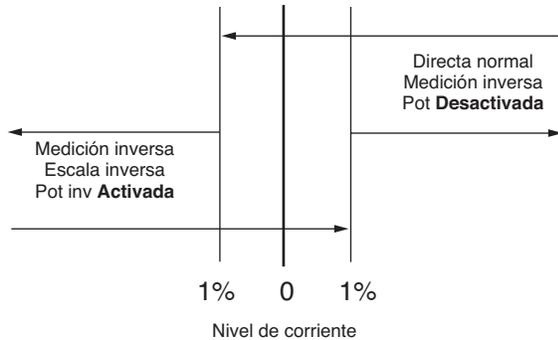

**Figura 6-5.**
**OPERACIÓN:** (Figura 6-5). El umbral para el cual la operación de los interruptores del control es programable en el Código de función 57 en el rango de 1 a 5% de la corriente de TC nominal. Cuando el componente real de la corriente está por sobre este umbral, el control opera en directa normal. Cuando la corriente baja del umbral, se inhibe todo cambio de toma.